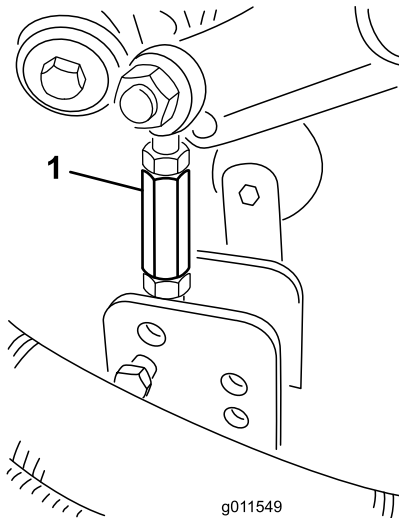

Bild 25
9. Entfernen Sie die Splints und Lastösenbolzen, mit denen die Stoßdämpferlenker an den Mähwerkhalterungen befestigt sind (Bild 25).